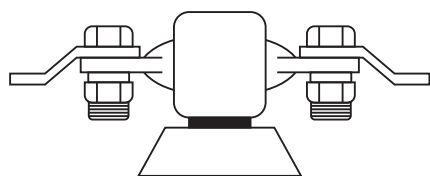

FIGURA 5
Figura 5: Los montajes de aros con buje metálico deben ser aislados en buje de caucho. Reúse el perno de montaje original (A), la tuerca (B) y las arandelas (C). Este tipo de montaje debe ser muy apretado para evitar ruidos.